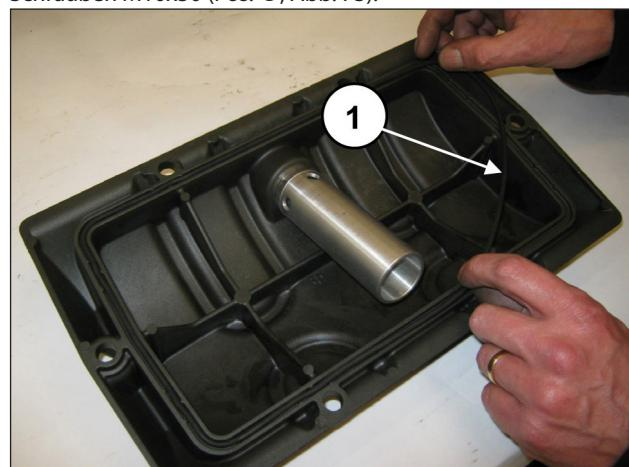
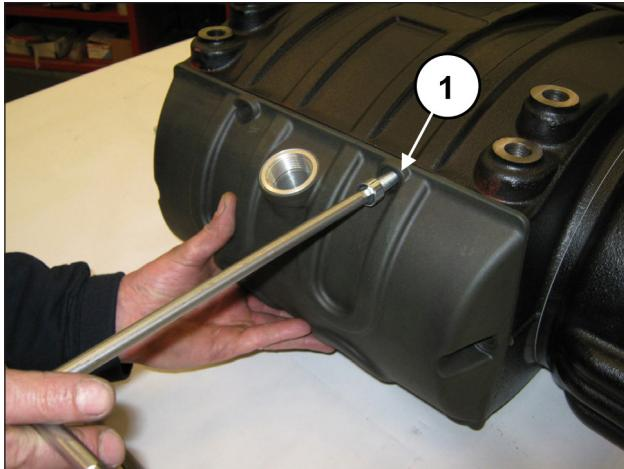

Abb. 72
Abb. 73
Setzen Sie den O-Ring in den hinteren Deckel ein (Pos. ①, Abb. 72) und montieren Sie den Deckel am Gehäuse mit den 6 Schrauben M10x30 (Pos. ①, Abb. 73).